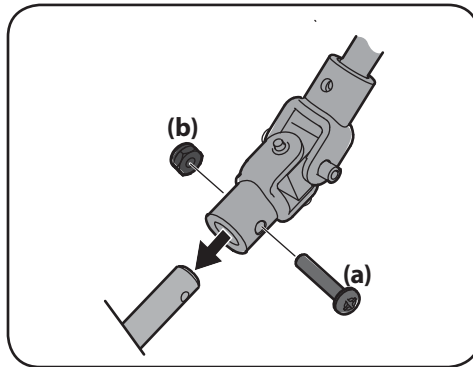

Figure 2-13
3. Enlevez la vis (a) et l'écrou autobloquant hexagonal (b) du joint universel. Voir Figure 2-13.
4. Install the universal joint on the end of the chute rod as shown in Figure 2-13.
5. Fixez le joint universel avec l'écrou autobloquant hexagonal (b) et la vis (a) retirés à l'étape 3. Voir Figure 2-13.